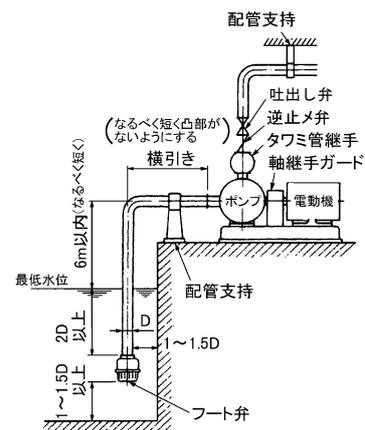

図 2 据付図
- (1) 取扱液に異物（配管の切粉、砂等）が混入する恐れがある場合は、吸込側にストレーナを取り付けてください。また、ストレーナが目詰まりしないよう定期的に清掃してください。
- (2) ポンプに吸込配管、吐出し管の荷重がかかると芯狂いの原因となりますので、図 2 のように十分な配管支持をしてください。
- (3) 配管が長い場合、実揚程が高い場合、自動運転の場合、圧力タンクへの送水の場合、および 2 台以上のポンプを並列運転する場合には、必ず逆止め弁を取り付けてください。逆止め弁は、ポンプ本体と吐出し弁の間に取り付けてください。
- (4) 装置上どうしても空気だまりが避けられない箇所には、空気抜き弁を取り付けてください。ただし、吸込配管などで負圧になる所には取り付けしないでください。逆に空気を吸込みます。
- (5) 配管を保温する場合、電動機部は絶対に保温を避けてください。
- (6) 熱源の近くにポンプを据付ける場合、熱源からの熱がポンプに伝わらないようにしてください。
- (7) 水撃（ウォーターハンマ）がおこる危険性のある場合は、急閉逆止め弁を設けるなどの対策を施してください。
- (8) 冷温水循環用で配管系が密閉サイクルの場合は、膨張タンク、安全弁などを設けてください。
- (9) 吸上げの場合
- (a) 吸込配管の末端は図 2 のように最低水位から管径(D)の 2 倍以上深く、壁面および底より 1 ~1.5D 以上離してください。